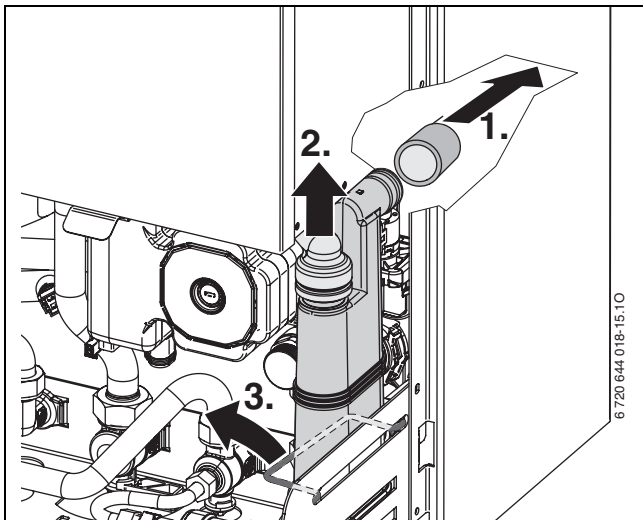

Fig. 53
- Smontare il sifone per condensa (→ fig. 53) e collocare sotto un recipiente adatto.